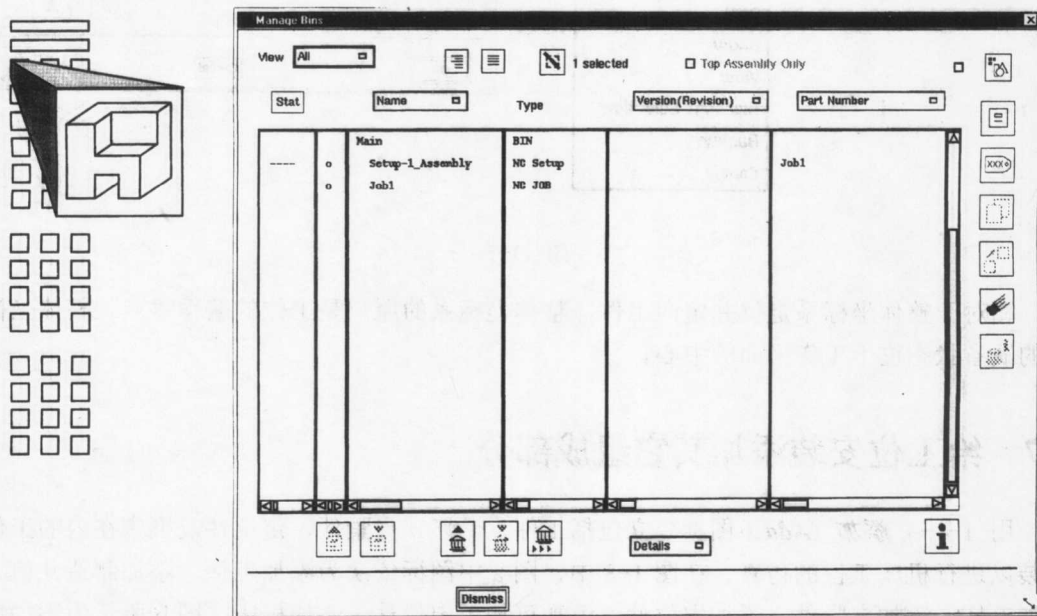

图 1-6
- ☐ 在将工作台上的工艺和工位安装放入抽屉（如图 1-6）或创建新的工艺之前，工作台上的工艺和工位安装均保持激活状态。